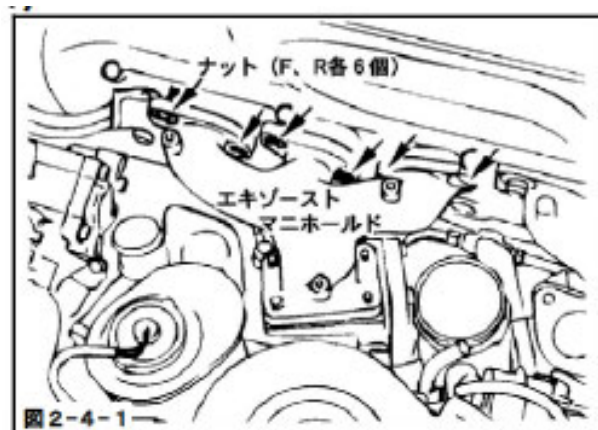

図 2-4-1
- (1) E X マニを取付ける前にターボチャージャ Assy を取付け位置に置いてください。(図 2-4-1)
- (2) ナット (F, R 各 6 個)、エキゾーストマニホールドガスケットを使用して、E X マニをエンジンに取付けてください。(図 2-4-1) (P5×2)